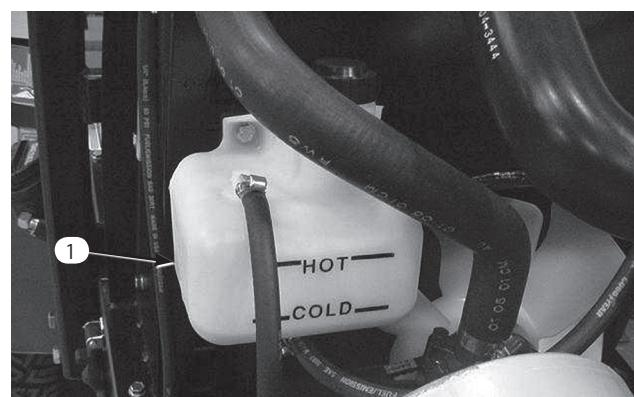

図16
1. 補助タンクの冷却水量を点検する (図16)。液量が 2本のマークの間にあれば適正である。